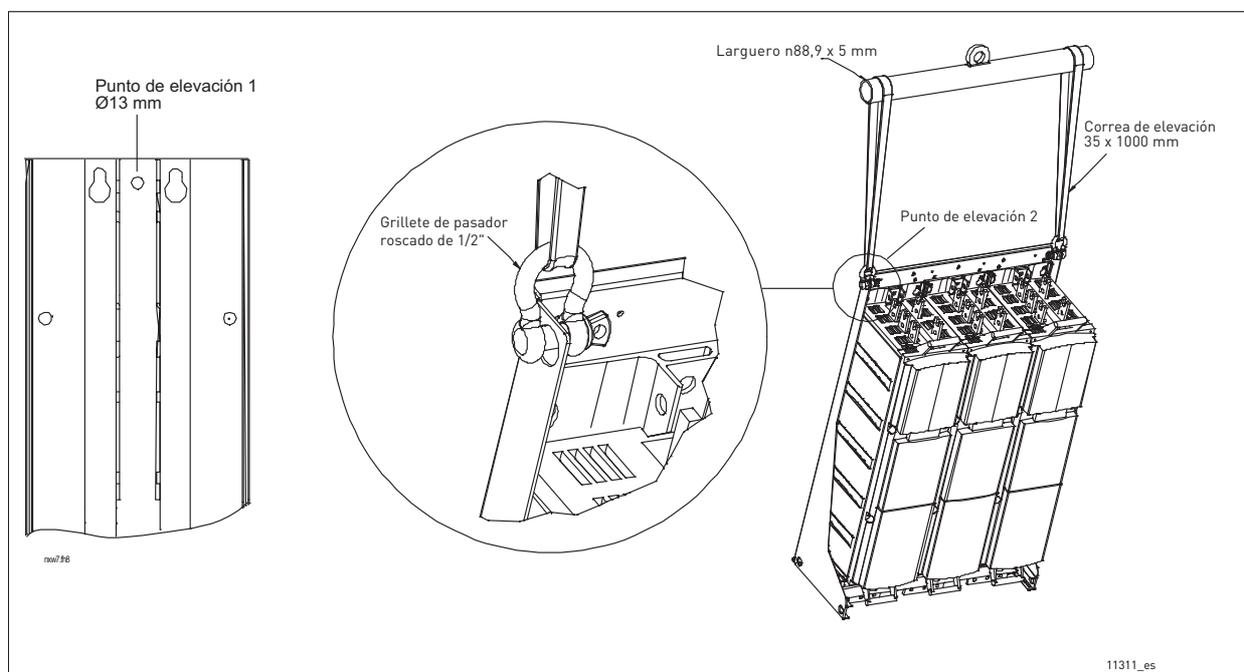
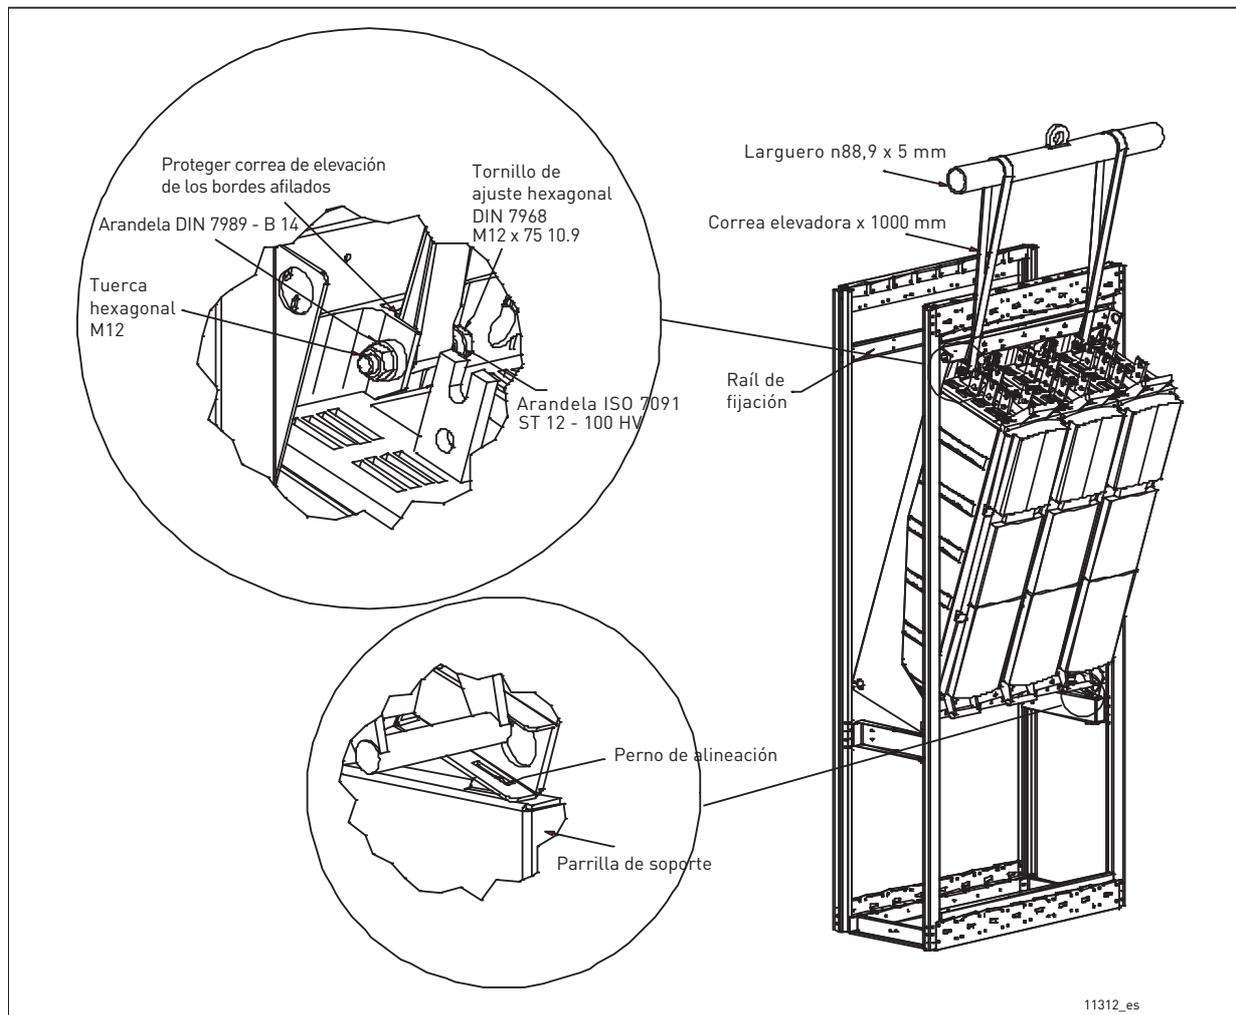
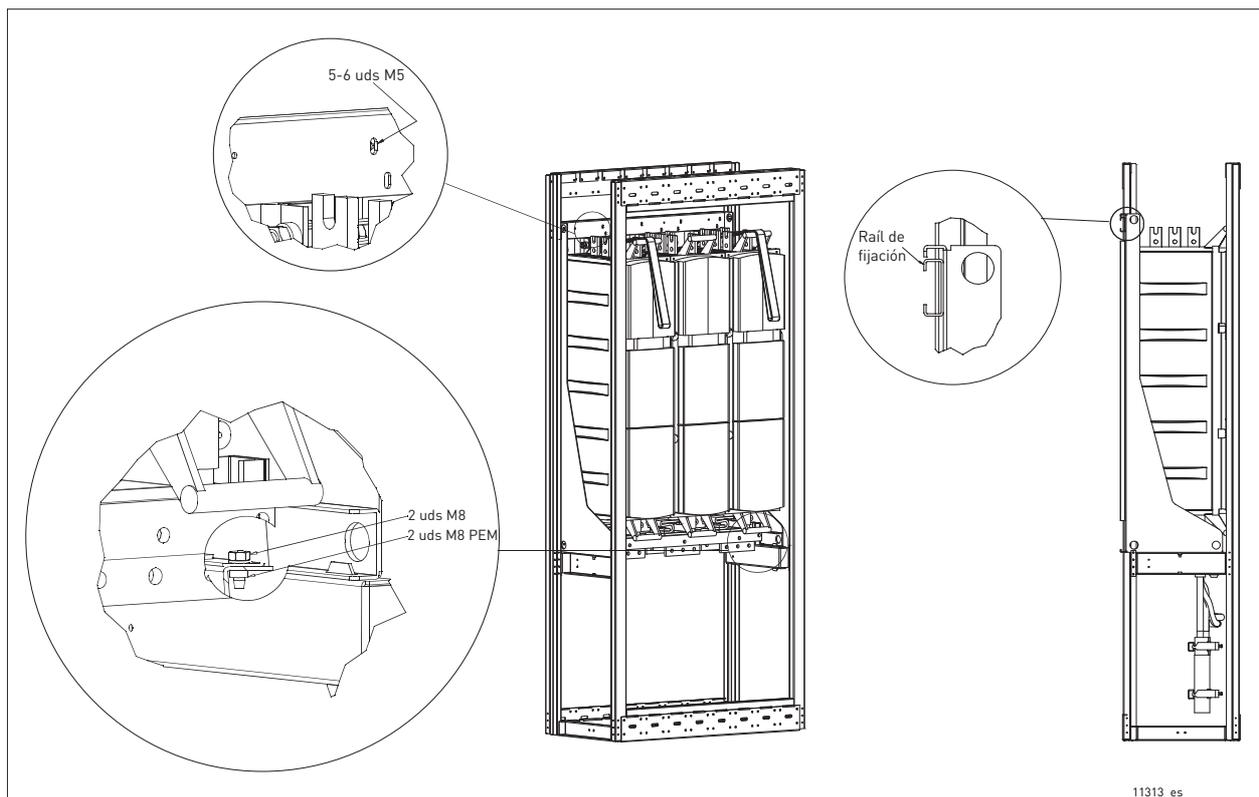

Figura 4. Puntos de elevación para convertidores compuestos por un módulo (izquierda) o varios módulos
Figura 5. Elevación del convertidor en un espacio de montaje estrecho
Figura 6. Fijación del convertidor al bastidor del armario
Para unidades sin soporte de montaje (consulte el Capítulo 5.1.2.1), el mejor lugar para levantarlas son los orificios del centro de la placa de montaje (punto de elevación 1). La forma más sencilla y segura de elevar los convertidores de refrigeración líquida VACON® NX compuestos por varios módulos es a través de los orificios del soporte de montaje (punto de elevación 2) con un grillete roscado. Preste atención también a las dimensiones recomendadas de la correa de elevación y del travesaño. Consulte Figura 4.
En ese caso, siga el procedimiento de elevación descrito en la Figura 5. El montaje resulta más fácil y seguro si el convertidor se puede apoyar en una viga de apoyo fijada al bastidor del armario. También recomendamos usar un perno de alineación para garantizar un montaje fácil y seguro.
Para estabilizar mejor el armario con el convertidor, recomendamos montar un rail de fijación en la parte posterior del armario, al que se puede enganchar la parte superior de la unidad con 5 o 6 tornillos M5. El recorte es compatible con armarios Rittal o Veda. Fije también el convertidor con tuercas y arandelas M8 a la viga de apoyo. Consulte Figura 5 y Figura 6.
**¡ATENCIÓN!** No levante nunca un convertidor por el asa o asas de plástico con un dispositivo de elevación, como una grúa de pluma o un polipasto. El procedimiento de elevación recomendado para estas unidades es el que se describe en la Figura 4 y en la Figura 5.